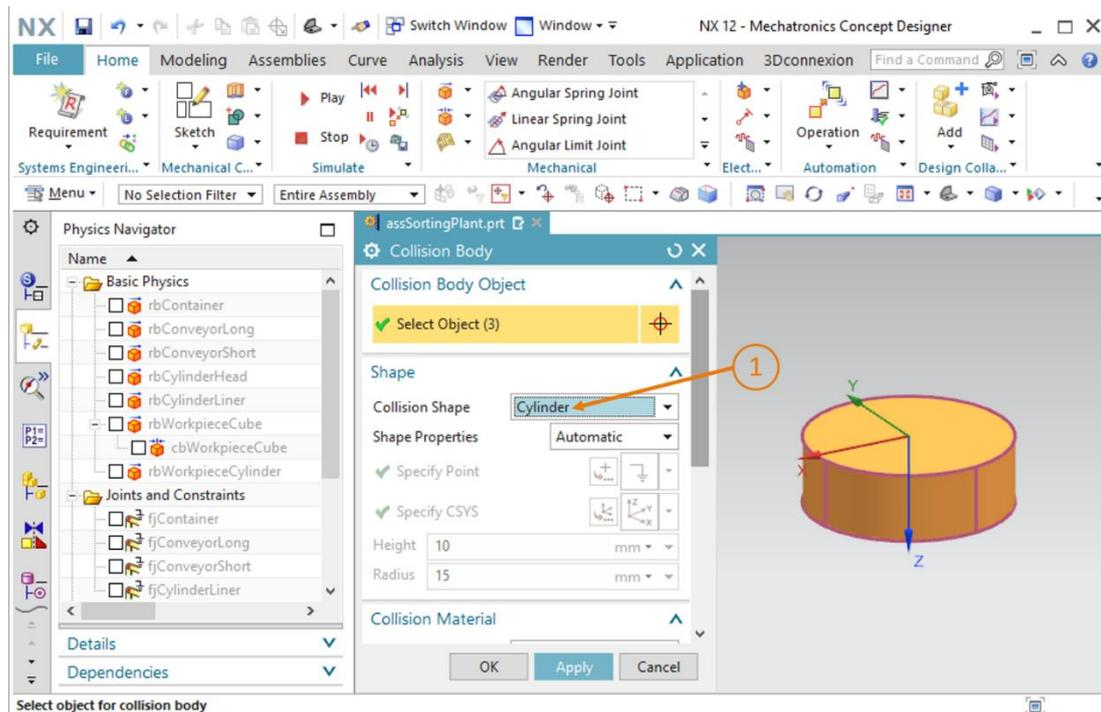

Figura 26: Creazione del corpo di collisione per workpieceCylinder
- Poiché il pezzo è cilindrico si deve selezionare come forma di collisione "**Cylinder**" (Cilindro) (vedi Figura 26, step 1).